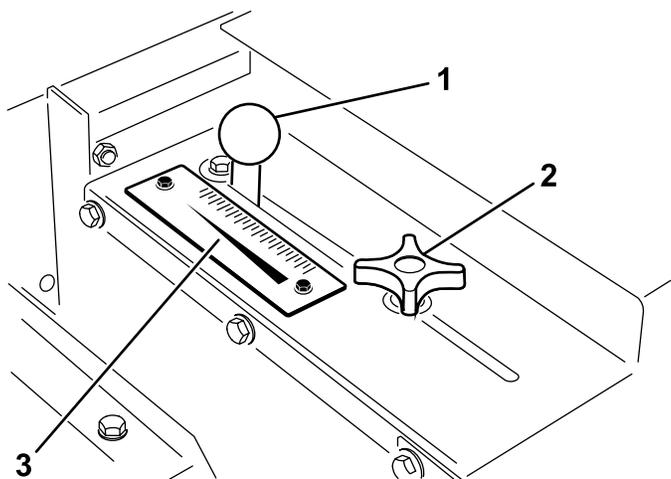

Figura 20
1. Desaperte o manípulo de bloqueio (Figura 20) o suficiente para permitir que este deslize livremente na ranhura.
2. Coloque o manípulo da porta (Figura 20) para a posição desejada e aperte o manípulo de bloqueio para fixar o ajuste.
Utilize a escala de proporção (Figura 20) para determinar a proporção de fluxo desejada. Consulte Taxa de aplicação de areia (página 18).